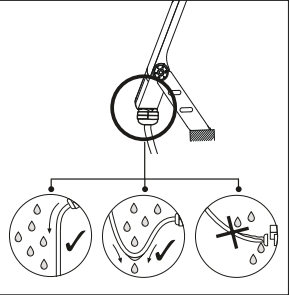

Рис. 4
- 5.15 Обратить внимание на расположения кабеля относительно кабельного ввода на корпусе осветительного прибора (рис. 4).